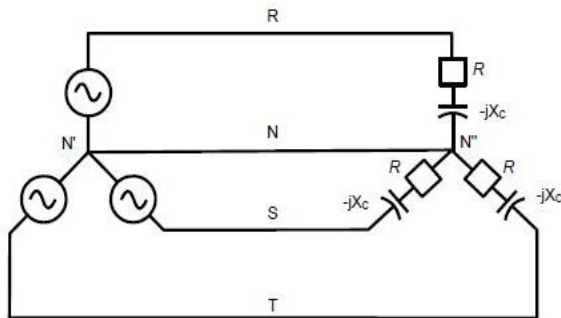

Figura 1.
2.1. Para el circuito de la figura 1, realice lo siguiente: